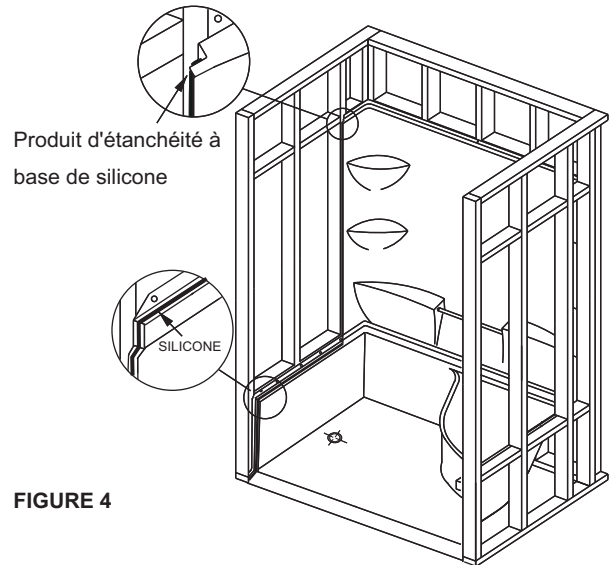

FIGURE 4
- Installer la paroi arrière de la baignoire comme illustré par la fig. 4.
- S'appliquer une perle de silicone sur la bride verticale de la mur arrière comme indiqué dans la figure 4 détail. Répéter cette étape pour l'autre paroi latérale.